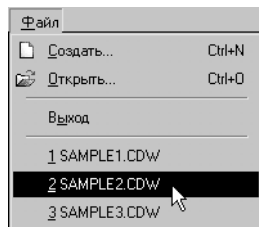

Рис. 1.13. Список недавно открытых файлов
1. Раскройте меню **Файл** (рис. 1.13).